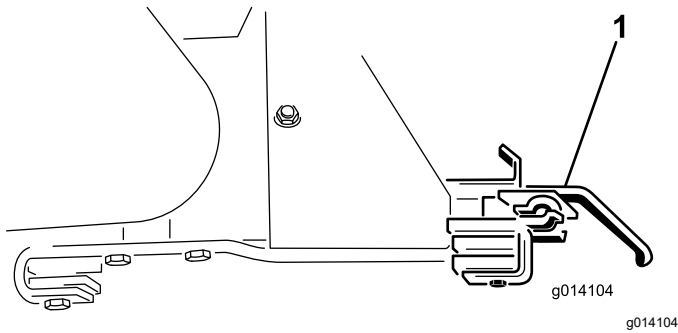

Bild 53
18. Entfernen Sie die zwei Optionsbefestigungshalterungen (Bild 53).